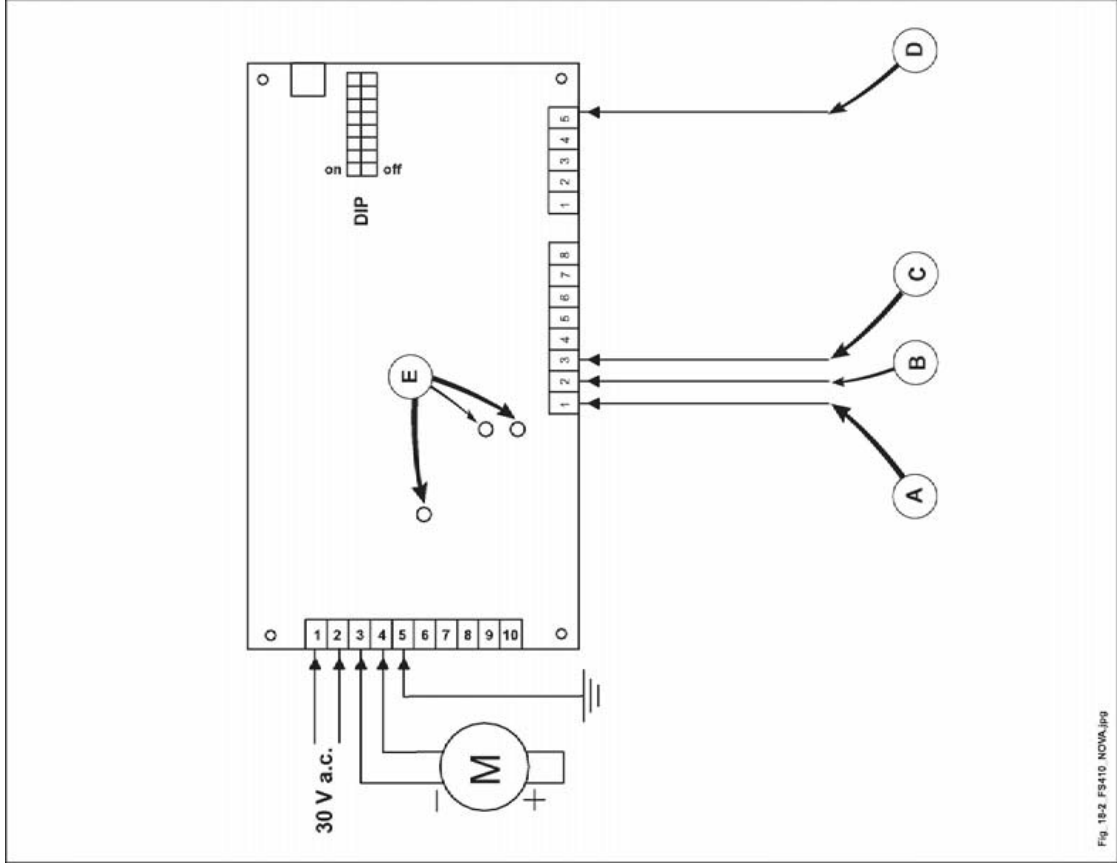

Abb. 18.2
Sicherstellen, dass folgende Spannungswerte die Karte (Abb. 18.2) erreichen:
- 1) 30V Ws zwischen den Klemmen 1 und 2 des Klemmbrettes mit 10 Klemmen (Abb. 18.2);
- 2) wenn also die Sicherung in Ordnung ist, sind dies die Bedingungen zum Erreichen der Spannung von 24V Gs am Ausgang zwischen den Klemmen 3 und 4 desselben Klemmbrettes durch Anschluss der Spannung von 110V hoch an den Kanal A (Abb. 18.2) oder B (Abb. 18.2) des Klemmbrettes mit 8 Klemmen.
3 Leds sind auf der Karte vorhanden: (E Abb. 18.2) :